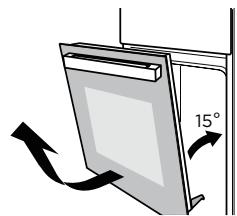

Figura 2
2. Chiudere lo sportello con un angolo di circa 15°. Sollevare ed estrarre lentamente lo sportello dal forno (Figura 2).